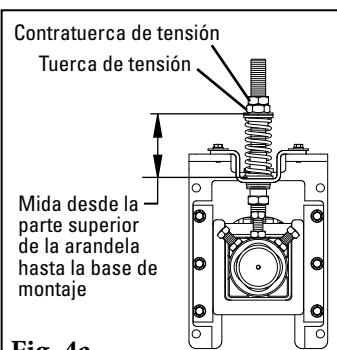

Fig. 4a
4a. **Tensor de resorte:** Afloje las contratuerzas de tensión inferiores en ambos lados. Gire las tuercas de tensión hasta que haya alcanzado la compresión correcta del resorte (Fig. 4a). La compresión del resorte es determinada por la longitud del resorte. Consulte la tabla a continuación para conocer la longitud correcta del resorte para su ancho de banda.
5. **Reensamble el tensor SAT2.** Retire los tres tornillos de la placa de soporte de bolsa de aire (Fig. 4a). Gire el accesorio roscado hacia la placa de soporte. Gire también parte del accesorio roscado en el orificio en el montaje del eje (Fig. 4b). Asegúrese de que todavía se vea 6 mm (1/4") del accesorio roscado, luego gire la bolsa de aire en el accesorio roscado y apriete (Fig. 5).